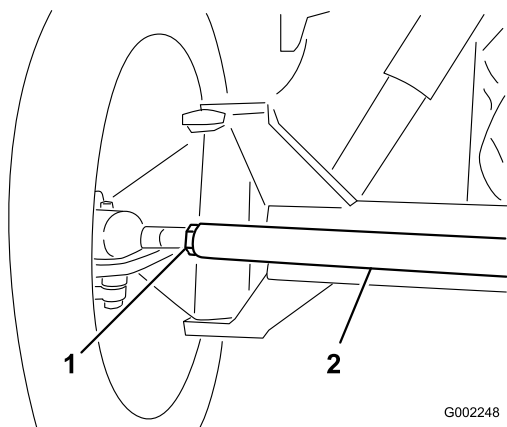

Рисунок 99
3. Если измеренное значение выходит за пределы заданного диапазона, ослабьте контргайки с обоих концов тяг (Рисунок 99).